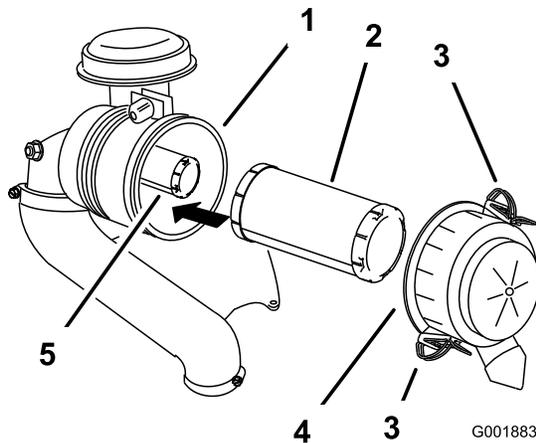

Figure 56
3. Ouvrez les dispositifs de verrouillage du filtre à air et détachez le couvercle du boîtier du filtre (Figure 56).
5. Sortez le préfiltre du boîtier du filtre avec précaution (Figure 56).
2. Si vous remplacez l'élément intérieur, insérez-le avec précaution dans le boîtier du filtre (Figure 56).
3. Placez ensuite le préfiltre sur l'élément de sécurité avec le même soin (Figure 56).
4. Remettez en place et verrouillez le couvercle du filtre à air (Figure 56).